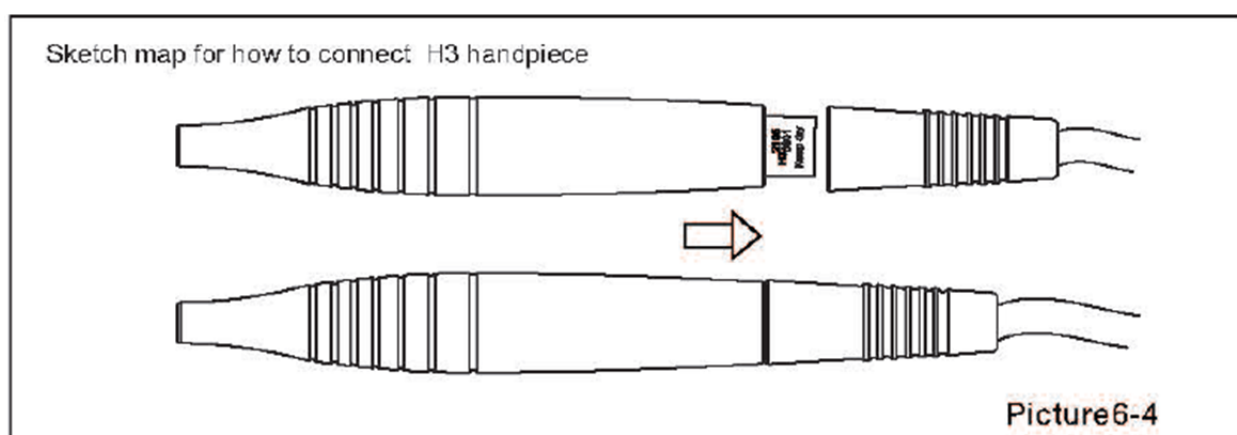

Рис. 6-4
5.5 Соедините наконечник с проводом рис.6-4, выберите подходящую насадку и прикрутите ее крепко к наконечнику с помощью ключа (рис. 6-7).